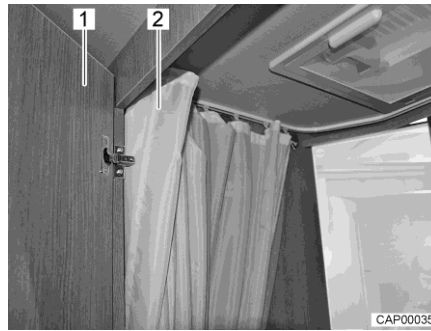

Fig. 103 Cabinet de toilette avec douche
- Pour se doucher, fermer la porte (Fig. 103,1) et fermer entièrement le rideau de douche (Fig. 103,2) de manière à protéger toutes les parois.